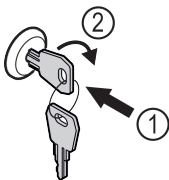

Fig. 192
- ▶ Włożyć kluczyk Fig. 192 (1).
- ▶ Przekręcić kluczyk o 90° w prawo Fig. 192 (2).